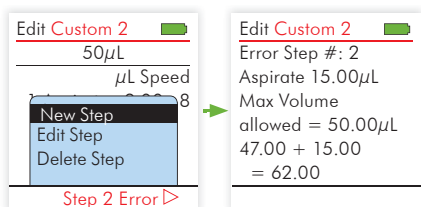

Figura 28. Error de Programación.
- Si el Volumen de Dispensación más la suma de los volúmenes de dispensación es mayor que la capacidad de la jeringa, un mensaje de ERROR ▷ aparecerá. Presione para ver el error. Le número de error y descripción serán reportados. El error tendrá que ser corregido antes de poder salvar el programa. Presione el  botón de retroceso para salir sin salvar (Figura 28). Ver Solución de Problemas en la sección 11 para mayor información.